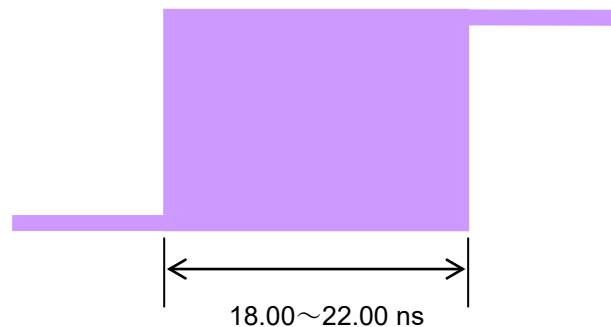

図6.3.5-2 サンプリングオシロスコープで測定された波形例
4. 波形に立ち上がりまたは立ち下がりをサンプリングオシロスコープの Center に合わせ, スパンを 5 ns/Div にします。10 s 重ね描きし測定された波形の位相偏移量が図 6.3.5-2に示す範囲に収まっていることを確認してください。